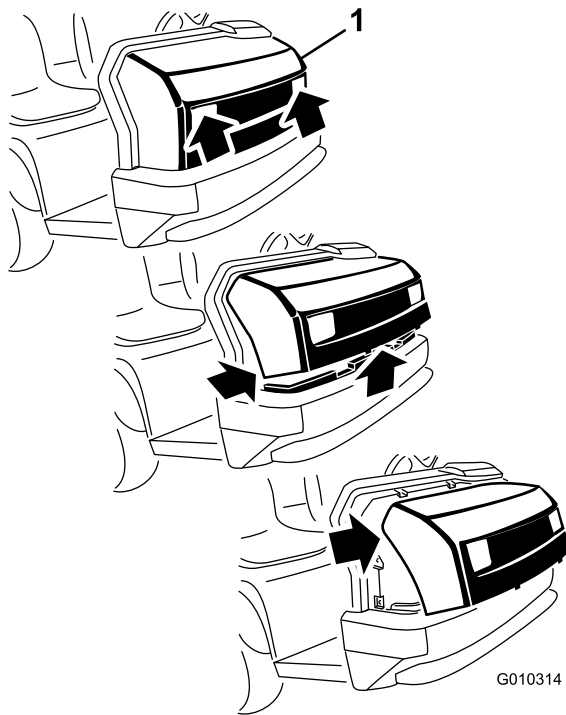

Bild 40
1. Fassen Sie die Motorhaube in den Scheinwerferöffnungen an und heben sie an, um die unteren Befestigungslaschen aus den Rahmenschlitz zu heben (Bild 40).
2. Drehen Sie die Unterseite der Motorhaube nach oben, bis Sie die oberen Befestigungslaschen aus den Rahmenschlitzern ziehen können (Bild 40).
3. Drehen Sie die Oberseite der Motorhaube nach vorne und ziehen Sie die Kabelanschlüsse von den Scheinwerfern ab (Bild 40).